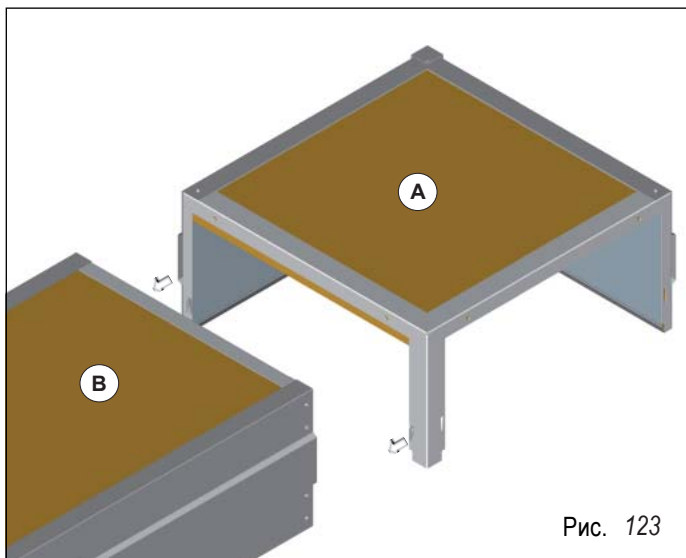
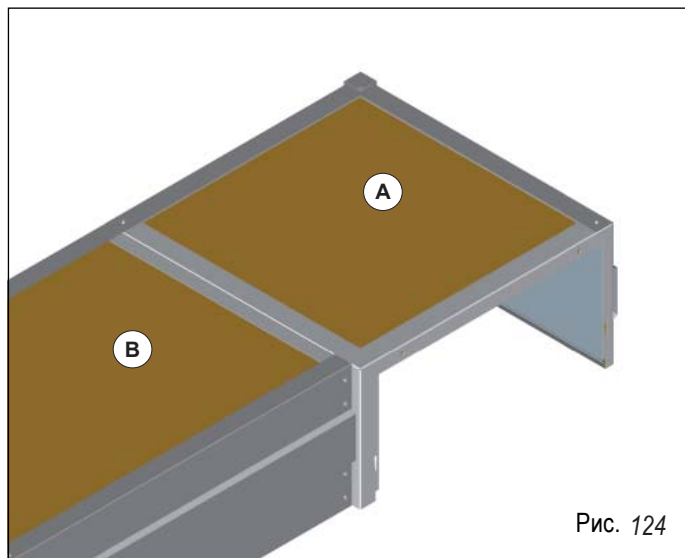

Рис. 123
Рис. 124
Соединить модуль изгиба (A) с участком теплоизлучающей ленты (B) с помощью выступа и щели (рис. 123), в соответствии с указаниями выше. Закрепить модуль изгиба к теплоизлучающей трубе (рис. 124) с помощью двух каркасов и винта с болтом в соответствии с указаниями выше.